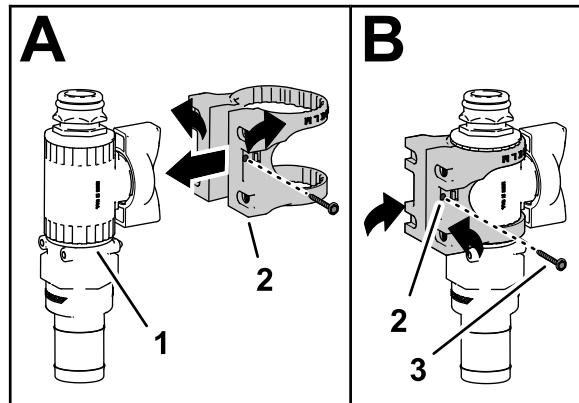

図 32
3. 図 32 の A に示すように、制御バルブにバルブマウントを組み付ける。
4. フランジヘッドねじ #6 を使って、バルブマウントを制御バルブに固定し、ねじを手締めする図 32 の B。